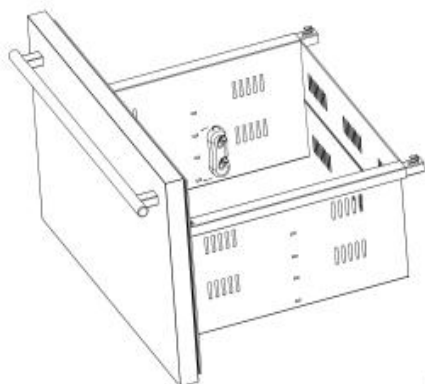

Figure 1
Étape 1 : Installez la fixation du séparateur 1 pièce à droite et 1 pièce à gauche des deux côtés du tiroir supérieur (figure 1) et du tiroir inférieur (figure 2).